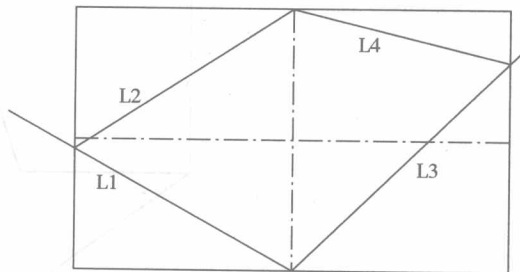

图 2-8 两点线
请指定第二个端点：(捕捉 C 点)，结果如图 2-8 所示。
**提示：**1) 修剪时，点击图素的位置与结果有关，鼠标点击的部位为需要保留的部分，如图 2-8 中，修剪时鼠标要点击极坐标线的内部。